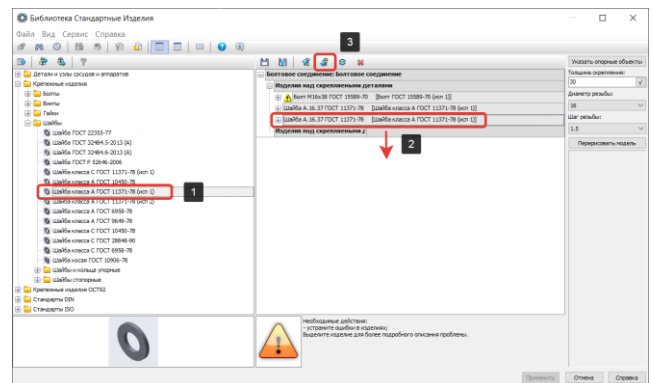

Рисунок 354 – Перемещение компонента вниз
- Добавим в набор две Шайбы класса А ГОСТ 11371-78 (исп. 1) (1) (Рисунок 354);
- Перенесем Шайбу класса А ГОСТ 11371-78 (исп. 1) (2) под скрепляемые детали. Для этого выберем шайбу (2) и на панели инструментов нажмем кнопку Переместить вниз (3) (Рисунок 354). Элементы так же можно перемещать вверх, используя кнопку Переместить вверх;